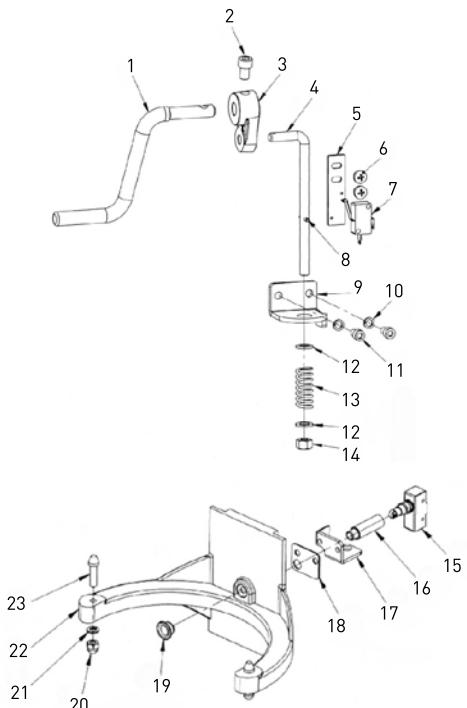

Figura 3: Ansamblul mașinii pentru ridicarea vasului
- Ansamblul de ridicare a vasului (Figura 3);
Lista pieselor mașinii din Figura 3